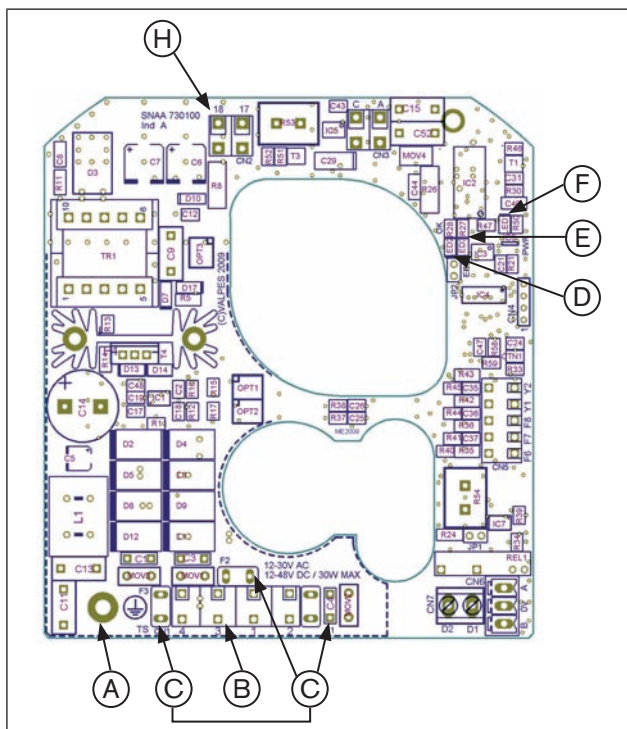
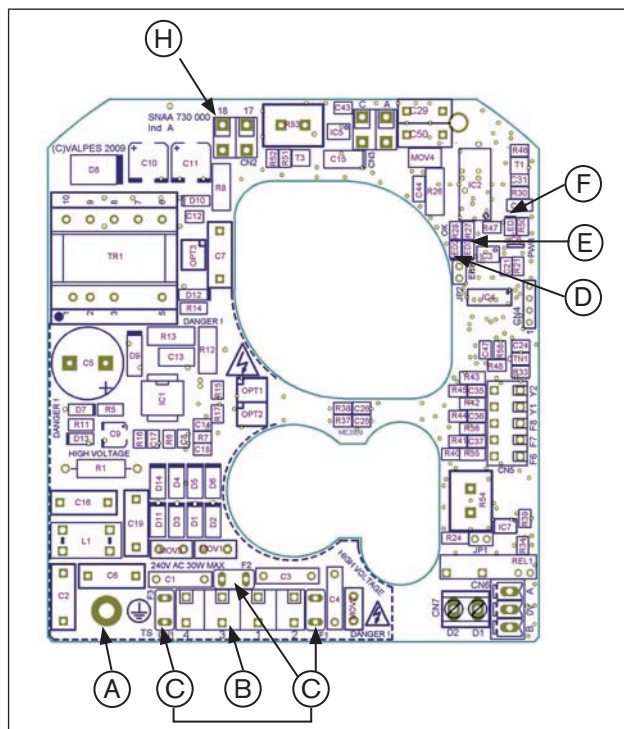
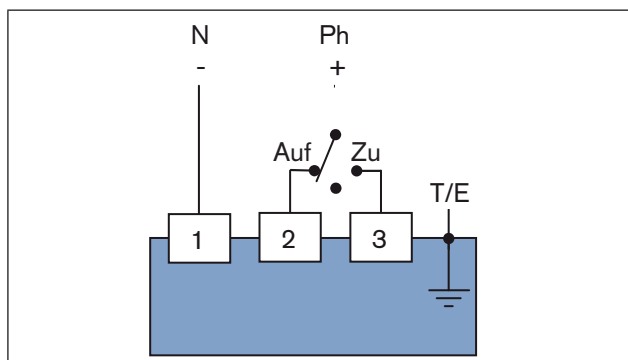
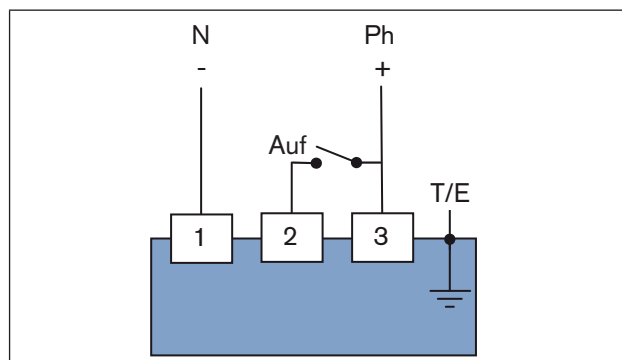

Figure 14 : Alimentation en courant: carte 15-30 V
Figure 15 : Alimentation en courant: carte 100-240 V
Figure 16 : Mode trois points modulants
Figure 17 : Mode ouverture/fermeture / La variante à courant de secours
- Pour ce faire, desserrez la vis de terre et fixez l'œillet du câble de mise à la terre sur cette vis (voir « Figure 14 » et « Figure 15 »).
- Raccordez le câble selon le type de commande souhaité (voir « Figure 16 » et « Figure 17 ») au bornier pos. B de la carte d'alimentation en tension (voir « Figure 14 » et « Figure 15 »).
Mode de fonctionnement pour le mode ouverture/fermeture (voir « Figure 17 ») :